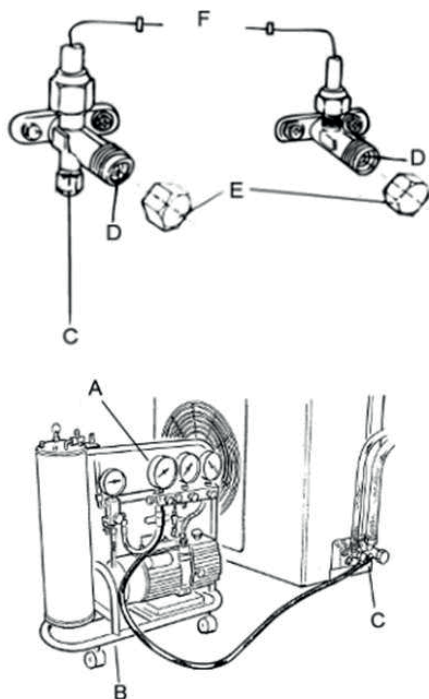

Abb. 11: Kondensatleitungen
4.8 Erzeugen Sie das Vakuum, stellen Sie die Verbindung her und überprüfen die Dichtheit (siehe Abb. 11)
4.9 Kühlgaseinfüllung (Abb.11)